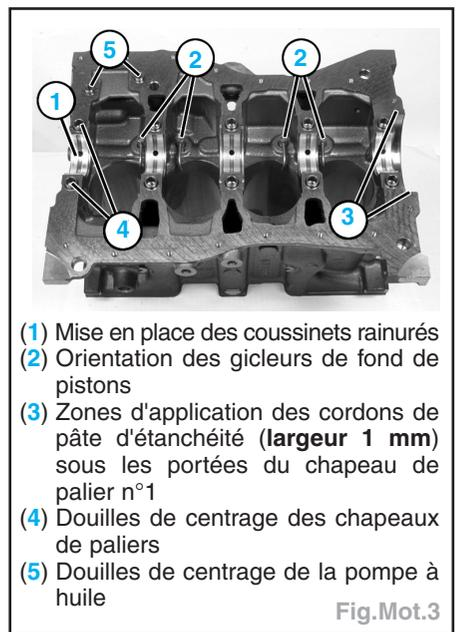

Fig.Mot.3
- Dans le bloc-cylindres, monter les coussinets rainurés (Fig.Mot.3) de paliers de vilebrequin à l'aide d'un centreur approprié (**outil Renault Mot. 1493**) et les cales de réglages du jeu axial de chaque côté du palier central (face rainurée côté vilebrequin) (Fig.Mot.4).
du chapeau de palier n°1 (voir.Fig.Mot.3) de la pâte d'étanchéité appropriée à base de silicone (par exemple **Three Bond 12 F008**).